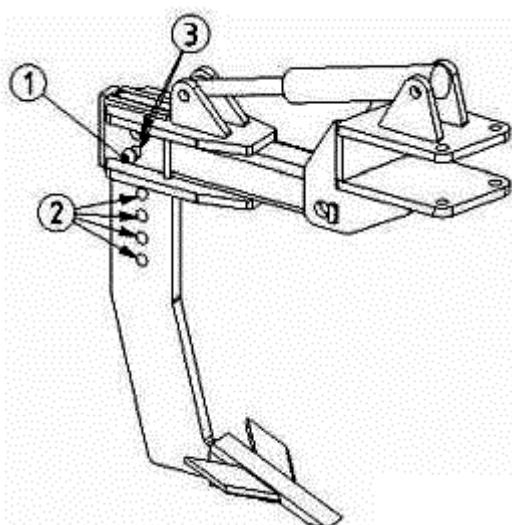

Рисунок 20.
Регулировка рабочей глубины стойки осуществляется путем её перемещения вверх или вниз и фиксировании стопорным пальцем (1) (рис. 20) в отверстии (3) кронштейна и выбранным ряде отверстий (2) на стойке, удовлетворяющим величину глубины обработки.